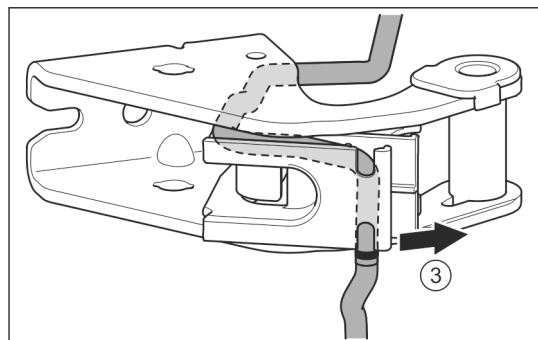

Fig. 25
- ▶ Wyjąć szary kabel z prowadnicy. Fig. 25 (3)